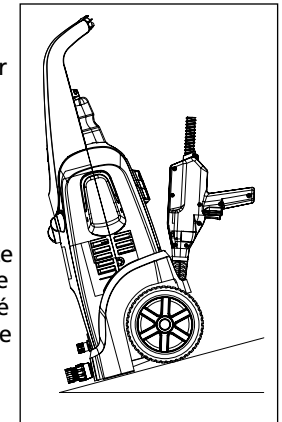

Figure 11
7. Si l'on fait fonctionner l'appareil sur une pente comme une entrée ou une colline, l'avant de l'appareil doit être face à la descente tel qu'illustré sous la figure 11.